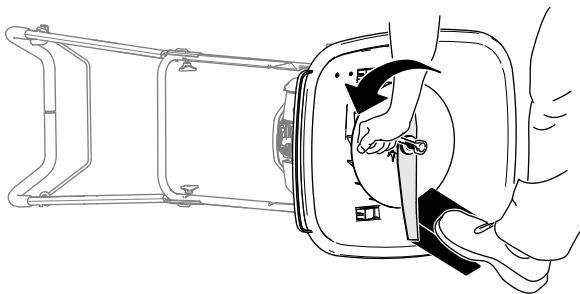

Figuur 29
5. Gebruik de sleutel die is meegeleverd met de machine om het mes te verwijderen door de mesbout linksom te draaien (Figuur 29).